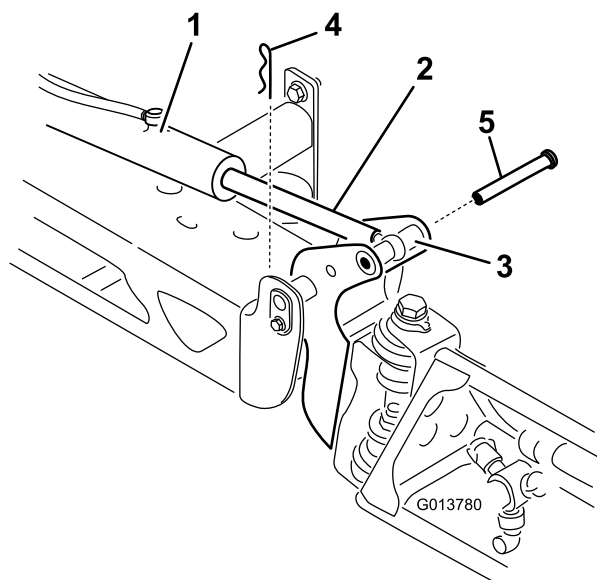

Figura 64
2. Retire el pasador de horquilla del pasador de giro (Figura 64).
3. Levante el brazo, retire el pasador, y baje el brazo lentamente al suelo (Figura 64).
7. Sujetando el brazo, introduzca el pasador a través del pivote del brazo y del émbolo del actuador (Figura 64).